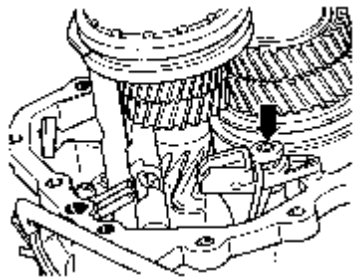

图 9-48 换挡定位机构
(8) 松开换挡定位机构（图 9-48 中箭头所示）的螺栓，并把它旋出来。